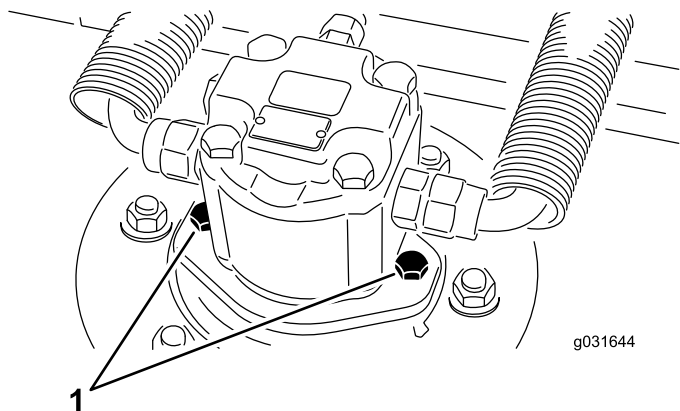

図 66
2. 油圧モータ取り付けねじを外して、デッキから油圧モータを外す 図 66。
4. 油圧モータ取り付けねじで、デッキに油圧モータを取り付ける 図 66。